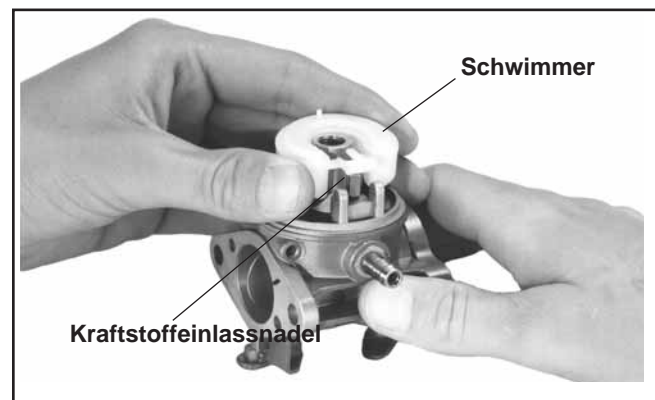

Abbildung 5-14. Schwimmer und Kraftstoffeinlassnadel einbauen.
3. Befestigen Sie die Kraftstoffeinlassnadel im Schwimmer. Versenken Sie den Schwimmer/die Nadel im Vergasergehäuse. Siehe Abbildung 5-14.